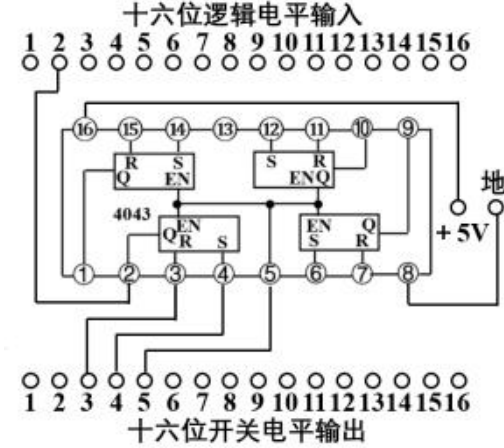

图 5 验证 RS 触发器逻辑功能实验电路
适用于 BOSTON 音箱型号有:MCS130、PS8、PS10、PS12,实测电路图如图 5 所示。
- ①关断交流电源开关, 关断直流稳压电源的 5V 电源开关。
- ②把 CD4043 集成块插入实验装置上的一个 16 脚集成块插座中, 然后按图 5 所示的实验电路进行线路连接。
- ③对照图 5, 逐一检查每根导线连接是否正确无误且没有遗漏。
- ④确认线路连接正确无误后, 接通交流电源开关, 接通直流稳压电源的 5V 电源开关。
- ⑤按表 1 的顺序把十六位开关电平输出中的第 3 位、第 4 位和第 5 位开关依次拨到相应位置, 同时分步观察十六位逻辑电平输入中的第 2 只发光管的亮灭情况, 把实验结果填入表 1 中。